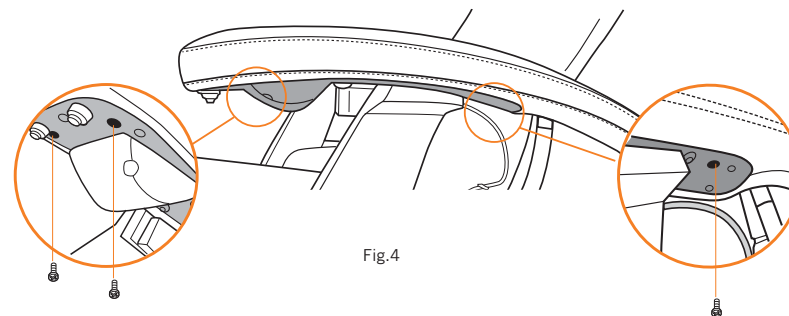

Fig.4
6. Tout en appuyant sur le protège-accoudoir, fixez-le en utilisant le tournevis à tête cruciforme et trois vis fournies (Fig.4).